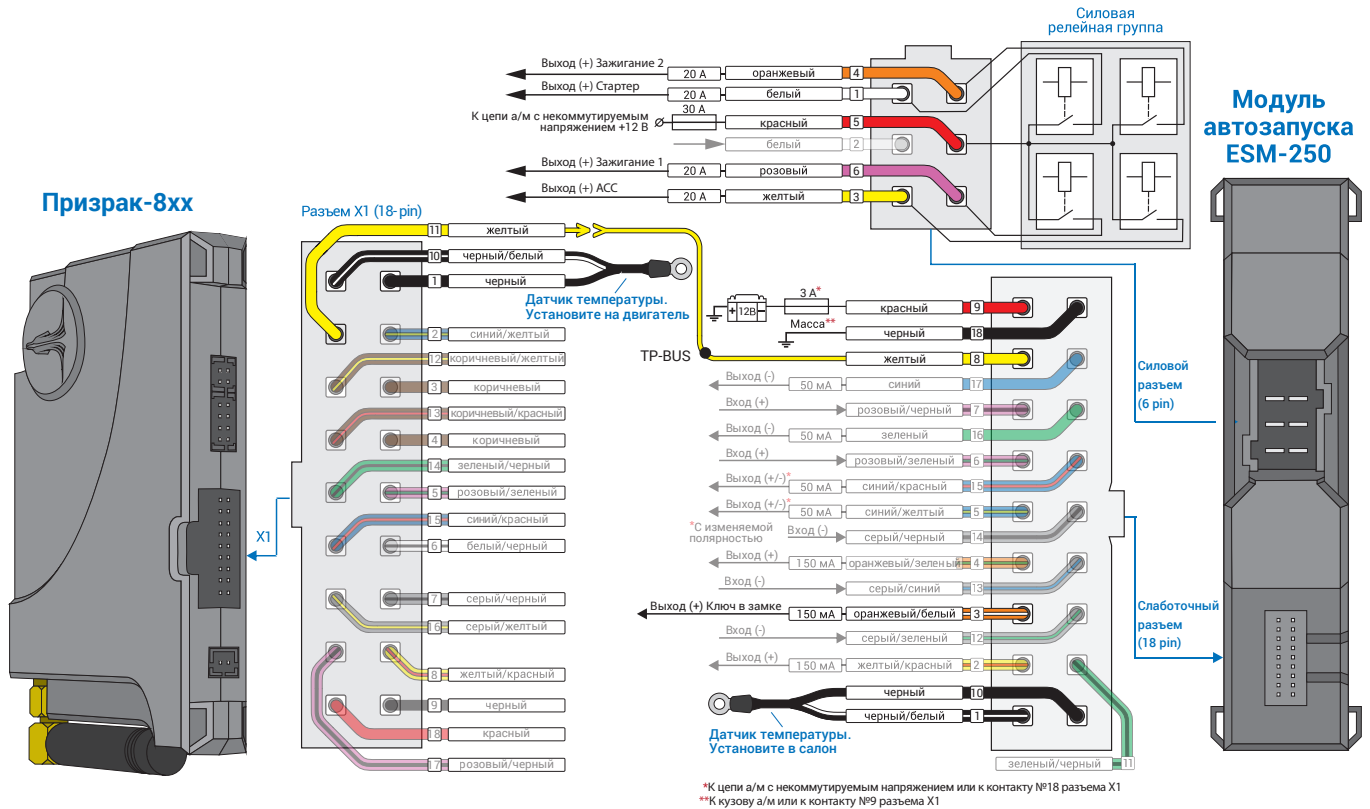
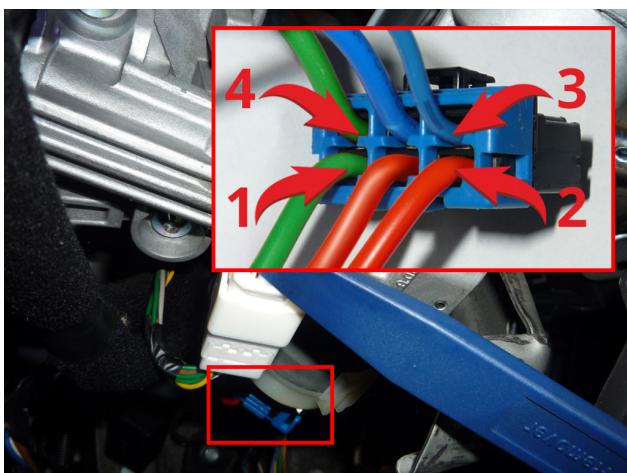
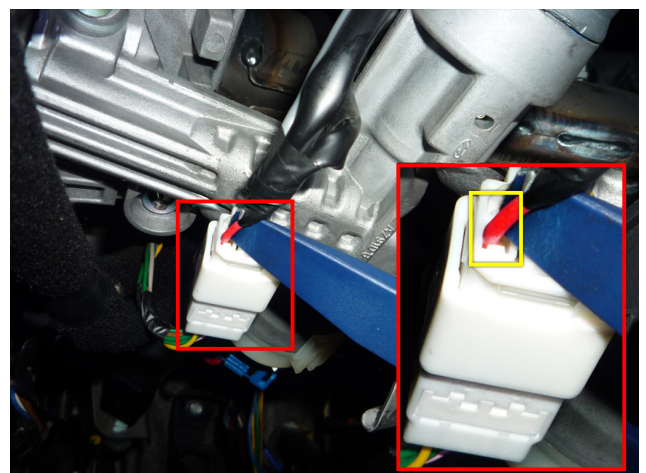

Рис.3 Подключение модуля автозапуска ESM-250
Рис.4 Подключение к силовым цепям запуска двигателя
Рис.5 Ключ в замке
4. Подключите модуль автозапуска ESM-250 – выводы модуля, которые требуется подключить, выделены на рис. 3. Подключение производится в синем разъеме непосредственно у замка зажигания (см. рис. 4). Также требуется подключение к проводу а/м, на котором присутствует статус «ключ в замке» (см. рис. 5).